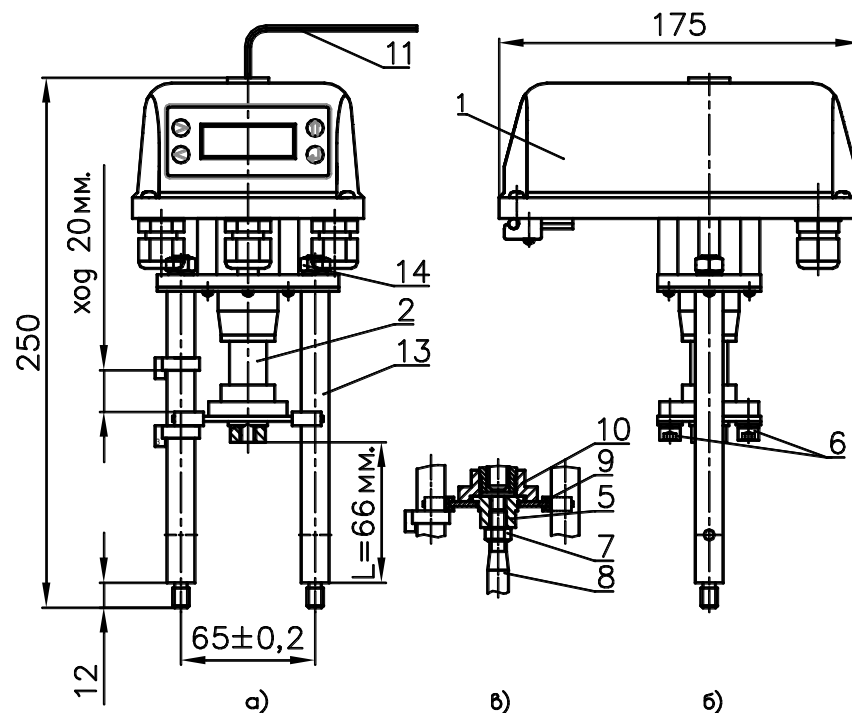

Рисунок 1 - ВЭП-225М
- электропривод (см. рис. 1 – поз.1);
- винтовая передача (см.рис.1 – поз.2).